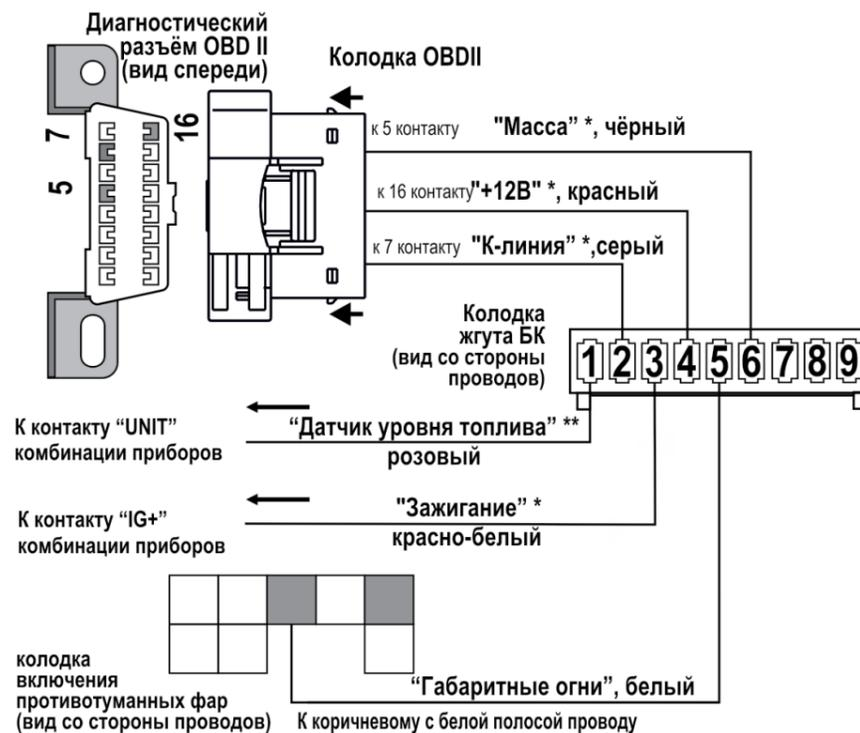

рис.14 Схема подключения к а/м Chevrolet Lanos (после 2008 г.в.) (ЕВРО-3)
3.21 Для автомобилей CHEVROLET LANOS после 2008 г.в. (ЕВРО-3) Протяните колодку OBD II (к ней подходят 3 провода: красный, черный и серый) из жгута для подключения (рис.2), от места предполагаемой установки БК до колодки диагностики. (рис. 14).